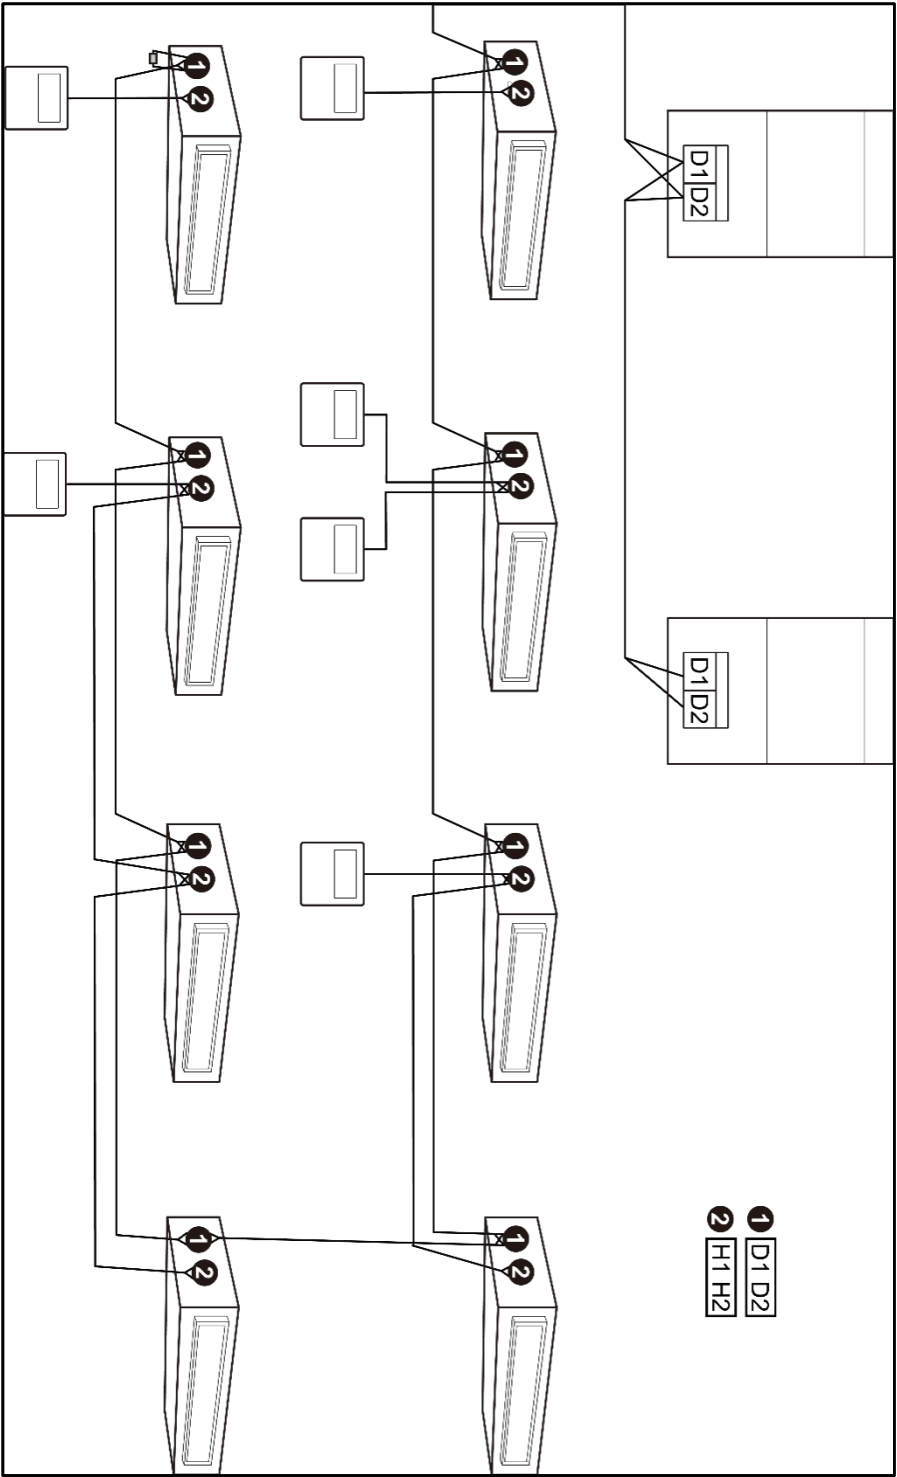

Fig. 5.5
- 4 Een bedrade controller kan maximaal 16 binnenunits tegelijkertijd aansturen. (Zoals weergegeven in afb. 5.5).